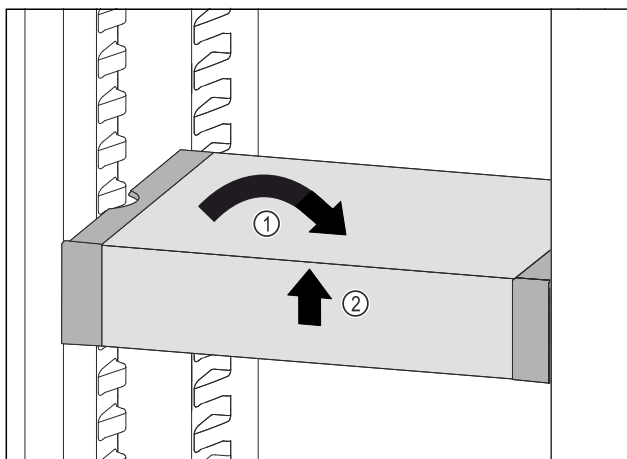

Fig. 126
- ▶ 将 VarioSafe 放平。Fig. 126 (1)
- ▶ 抬起 VarioSafe 前部。Fig. 126 (2)